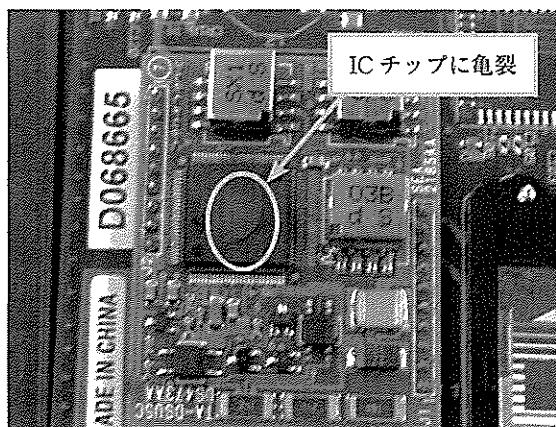

図3 誘導雷の被害を受けた基盤
機器被害の中で最も発生頻度が高いものが②誘導雷である(図3)。外観上の焼損やスパーク痕なども見当たらないため、単なる故障として処理されることも多く、被害にあったという認識すら持っていない方も多い。